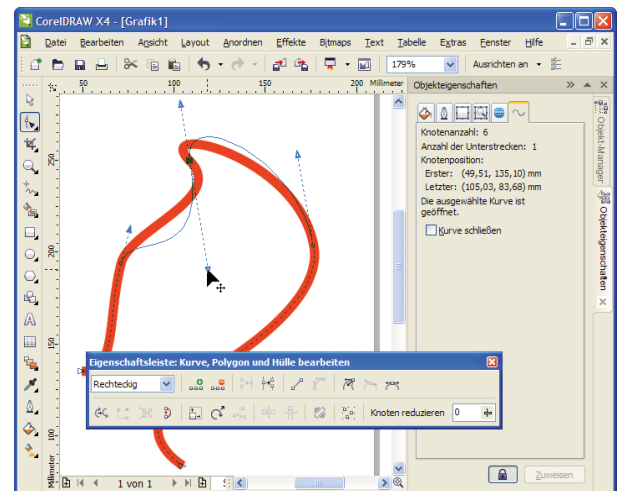

Abb. 9-11: Editieren einer Kurve mit dem HM FORM
- Diese Funktion erfordert Übung und Augenmaß beim gezielten Setzen der Konstruktionspunkte (Knoten): 1. Mausklick = 1. Knoten, 2. Mausklick = 2. Knoten. ► Bei einem einfachen Mausklick entsteht eine Strecke, bei Bewegung mit gedrückter liMT entsteht eine Kurve, am zweiten Knoten wird eine Tangente sichtbar (Abb. 9-11), deren Lage und Länge den Verlauf und die Krümmung der Kurve bestimmt.
HM AUSWAHL ► Objekt auswählen ►► Knoten werden sichtbar ► HM FORM ►► Der Mauszeiger ändert seine Form, die Knoten und Tangentenenden können mit gedrückter liMT verschoben und somit die Form der Kurve verändert werden (Abb. 9-11).